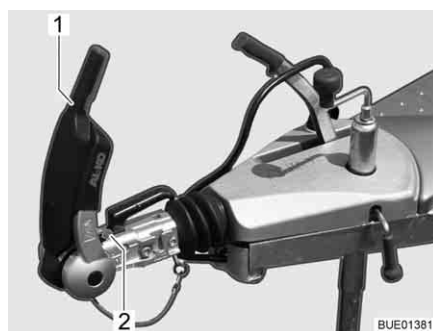

Fig. 172 Indicatore guarnizioni di attrito davanti e dietro
- Aprire la maniglia di stabilizzazione (Fig. 172,1).
Il controllo avviene mediante l'indicatore che si trova davanti alla maniglia del gancio (Fig. 172,2).